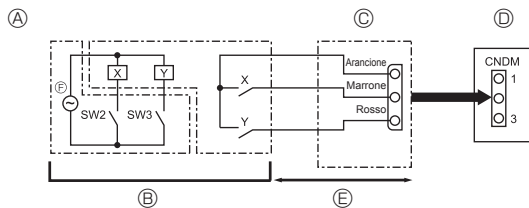

Fig. 9-2
- ④ Pannello di comando dell'unità esterna
⑤ Max. 10 m
⑥ Alimentazione per relè
9.2. Funzione a richiesta (modifica in loco) (Fig. 9-2) (solo per condizionatori d'aria)